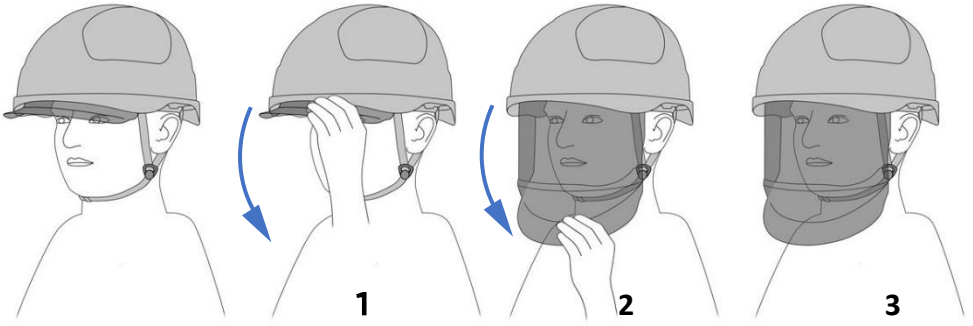

Fig. 6
1. Para bajar (abrir) la protección facial (Fig. 6), sujétela suavemente por la visera (1) y tire (2) hasta que salga por completo del casco (3),